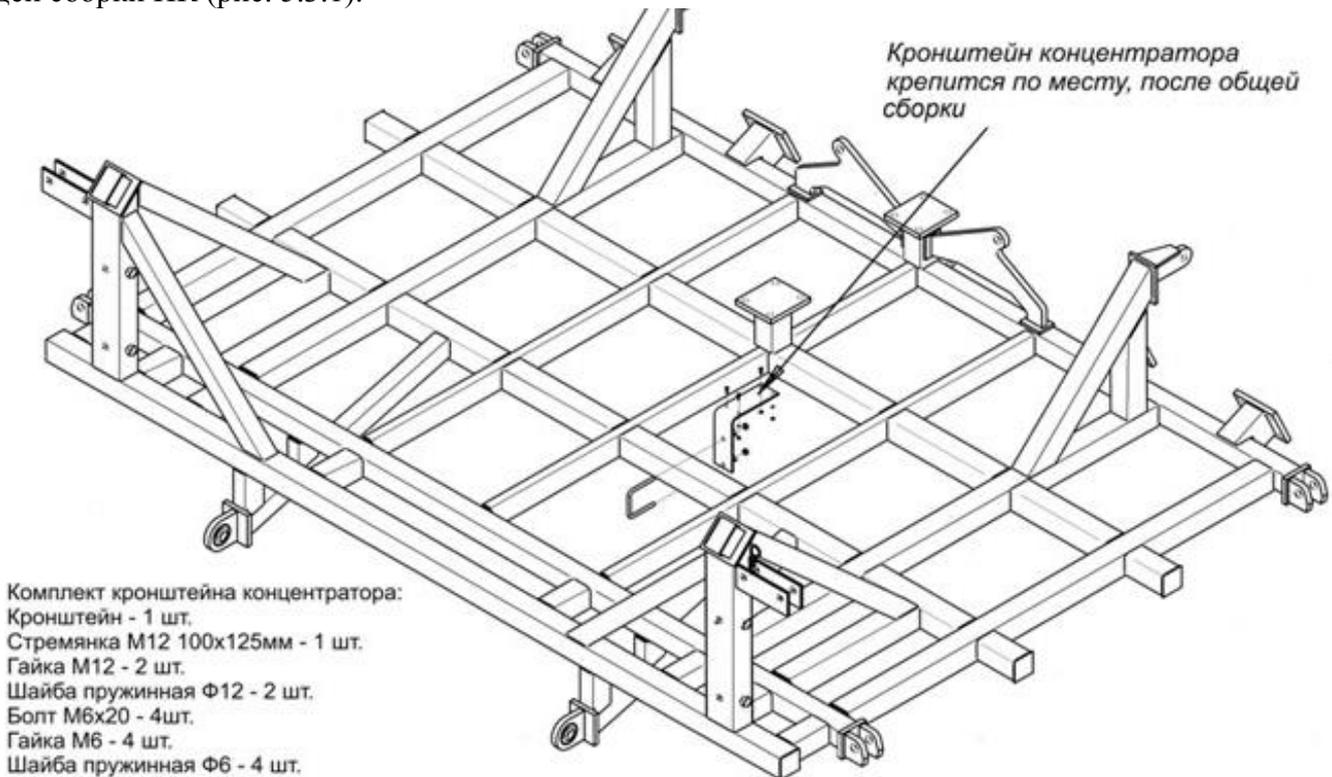

Рис.5.3.1. Крепление кронштейна концентратора.
5.3.2. Кронштейн концентратора устанавливается по месту примерно в центре рамы после общей сборки ПК (рис. 5.3.1).